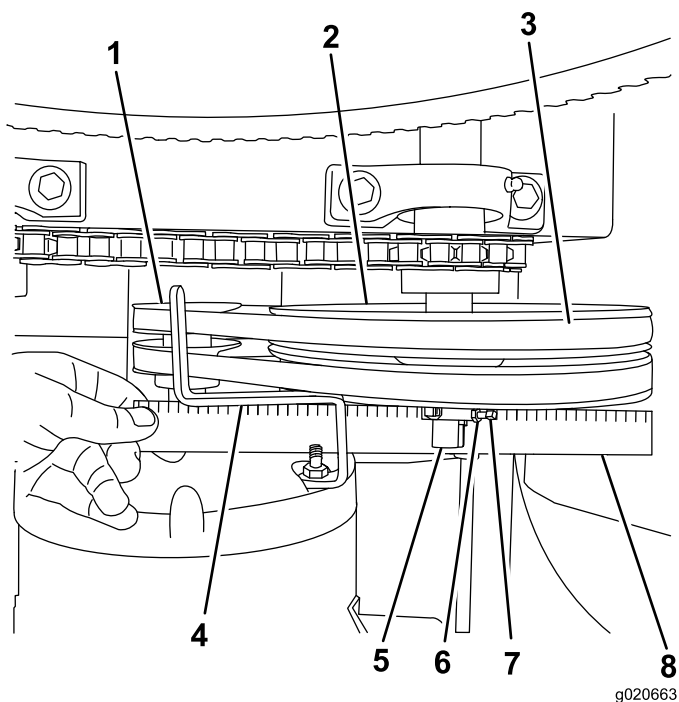

Figura 37
D. Coloque una regla sobre la polea del motor y la polea tensora (Figura 37).
- E. Si es necesario, gire el motor sobre la chapa del motor hasta que la polea del motor y la polea tensora estén alineadas con la regla (Figura 37).